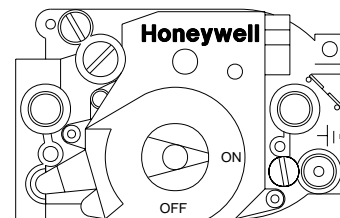

Figure 1. Manette de contrôle du gaz montrée en position ON.
- E. Le MiniMax CH est doté de neuf (9) voyants lumineux afin de faciliter le fonctionnement du chauffe-eau, et dans le diagnostic de pannes de fonctionnement.
7. Attendre cinq (5) minutes que tout le gaz se dissipe. Arrêter si vous sentez alors une odeur de gaz. Suivre l'étape « B » dans les consignes de sécurité ci-dessus. Passer à l'étape suivante en l'absence de gaz.
8. Tourner la manette de contrôle du gaz dans le sens contraire des aiguilles d'une montre, jusqu'à la position « ON »; voir la figure 1.